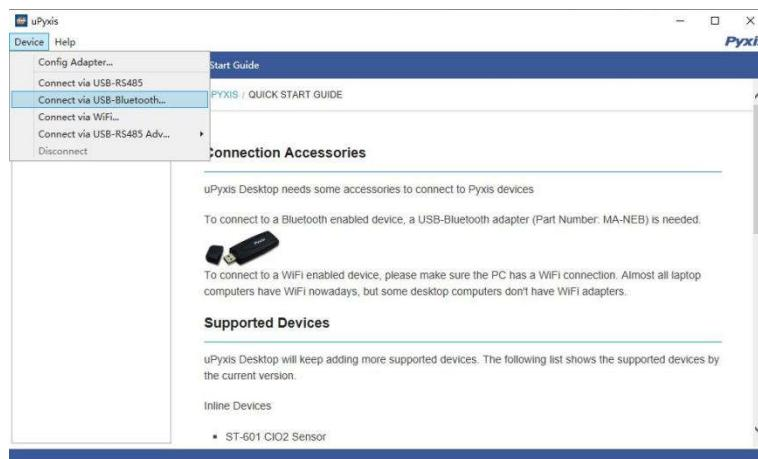

图14.
2. 打开uPyxis®桌面客户端，点击**Connect via USB-Bluetooth** (图 14)。